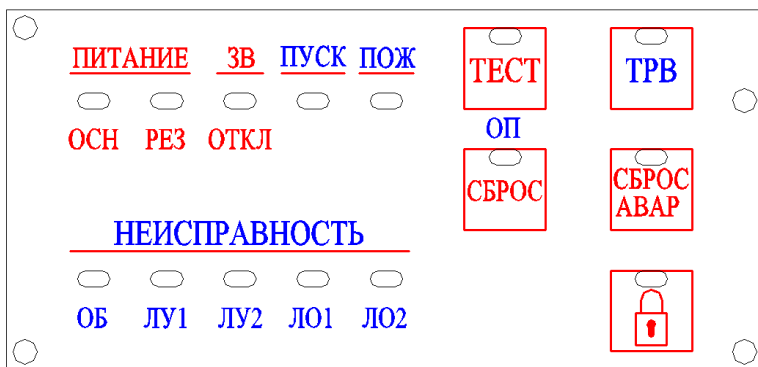

Рисунок 1. Органы управления (кнопки) и индикации на панели прибора
**3.1. Органы управления (кнопки) на панели прибора** (см. рис. 1):
### 3.2.Органы индикации на панели прибора (см. рис. 1):